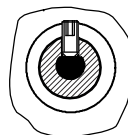

Рис. 9
4. Зафиксируйте резьбовой пин при необходимости клеем Loctite 243 от самопроизвольного ослабления (Рис. 9).